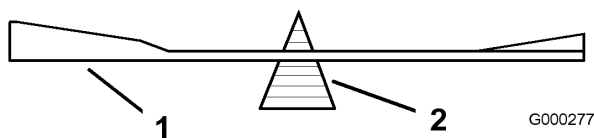
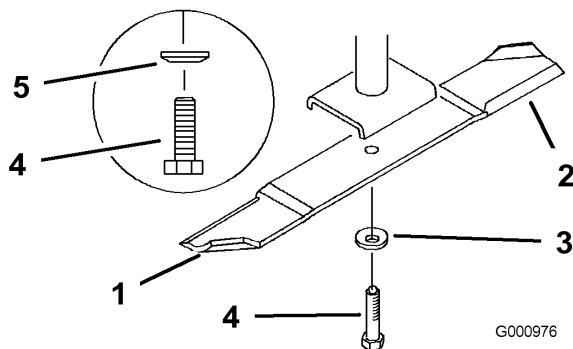

Figura 67
Figura 68
2. Retire del eje el perno de la cuchilla, la arandela de muelle y la cuchilla (Figura 68).
2. Verifique el equilibrio de la cuchilla colocándola sobre un equilibrador de cuchillas (Figura 67). Si la cuchilla se mantiene horizontal, está equilibrada y puede utilizarse. Si la cuchilla no está equilibrada, rebaje algo el metal en la parte de la vela solamente (Figura 68). Repita este procedimiento hasta que la cuchilla esté equilibrada.
1. Instale la cuchilla en el eje (Figura 68).
2. Instale la arandela de muelle y el perno de la cuchilla. El cono de la arandela de muelle debe estar orientado hacia la cabeza del perno (Figura 68). Apriete el perno de la cuchilla a 115–150 Nm (85–110 pies-libra).